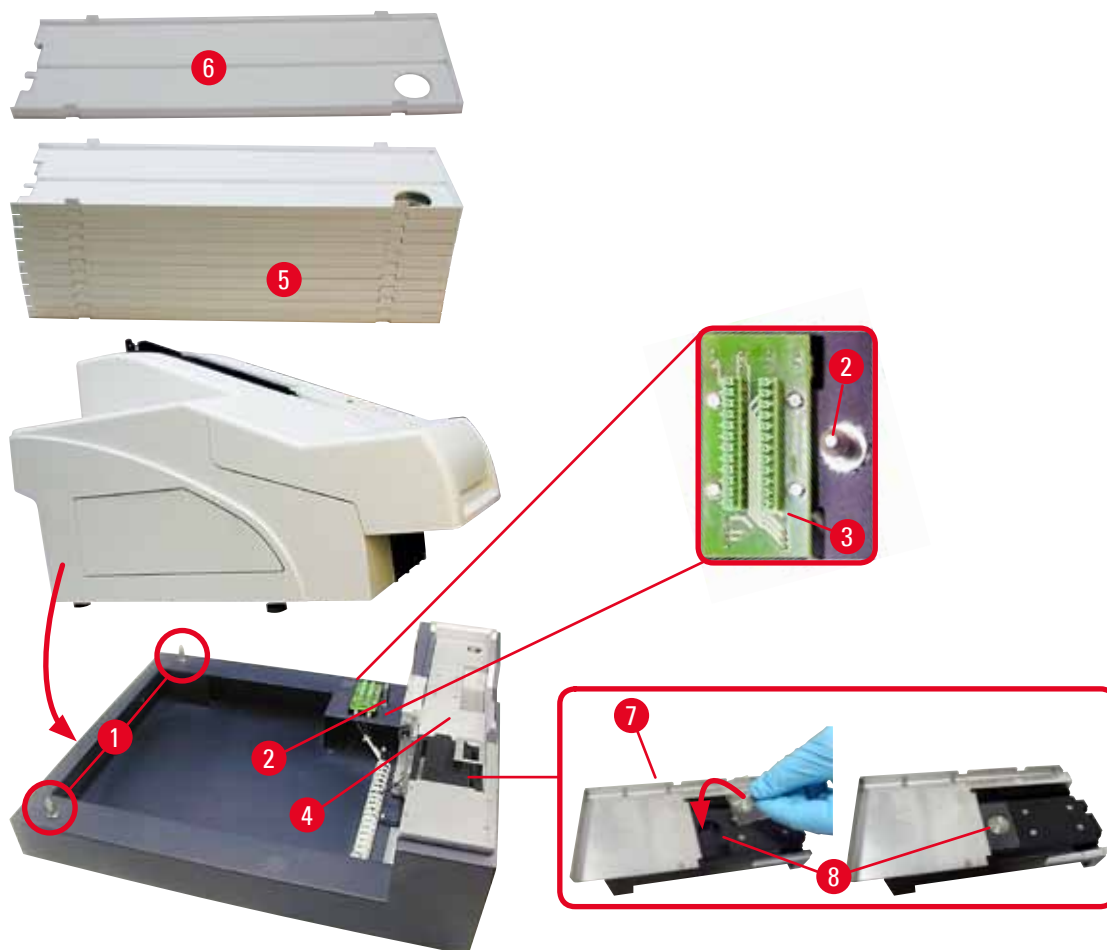

Fig. 12
4. Segure a impressora em ambos os lados (direito e esquerdo) e a coloque de modo que os dois parafusos traseiros (→ "Fig. 12-1") encaixem na placa de base primeiro, como mostrado em (→ "Fig. 12").